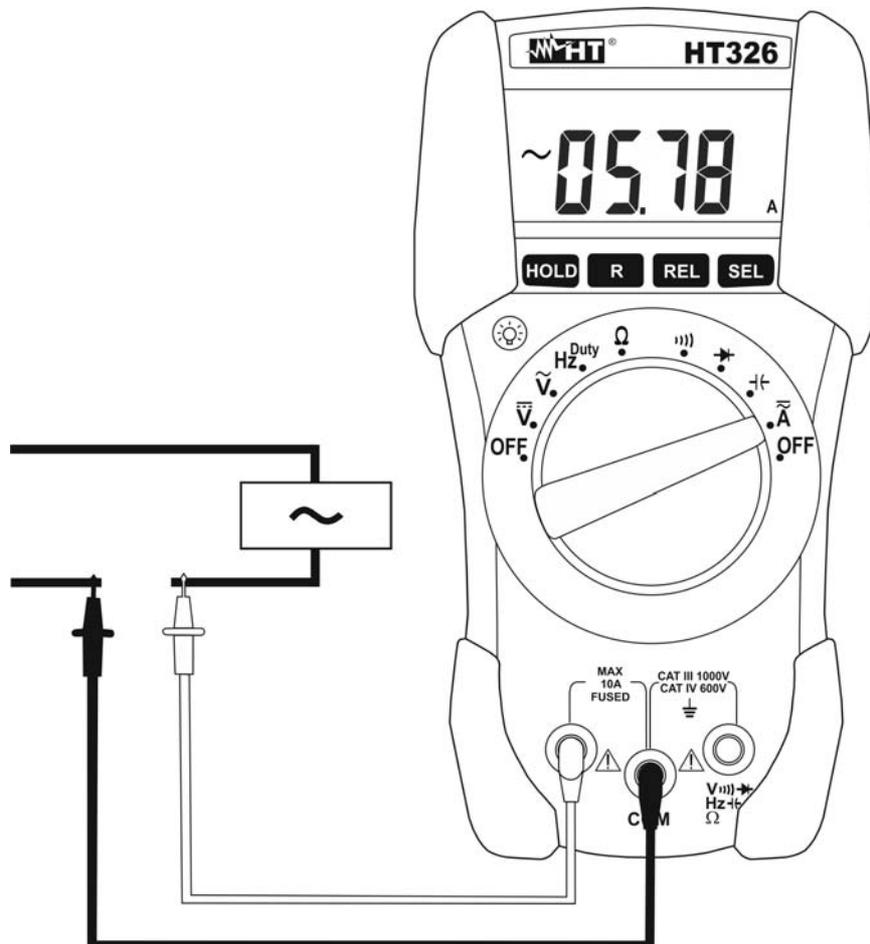

Fig. 5: Uso dello strumento per misura di Corrente AC
5. Collegare il puntale rosso ed il puntale nero in serie al circuito di cui si vuole misurare la corrente (vedere Fig. 5)